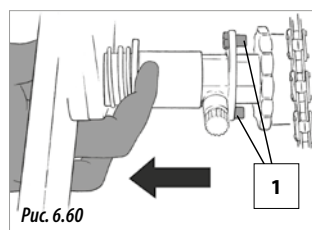

Рис. 6.60
- 1- Сдвинуть муфту, чтобы фиксатор стал в положение «Отключение» (рис. 6.60).
- 2- Болты (1, рис. 6.60) должны войти в зацепление. Если этого не произошло, следует опять сдвинуть муфту и повторить операцию.